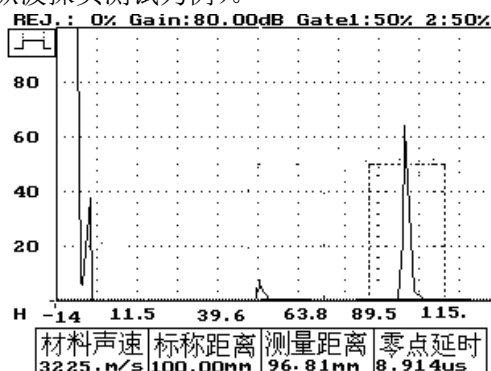

图 18-22
- 9、按闸门键及方向键——调节前闸门的宽度及高度，并移动前闸门套住第一次底面反射波（用纵波探头进行测试）或半径为 100mm 圆弧的反射波（用横波探头进行测试）。如图 18-22 所示（以纵波探头测试为例）。